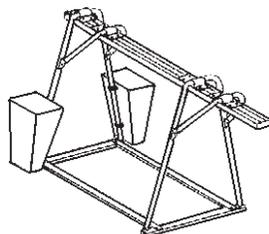

Fig.3
6. Introduisez dans chaque conteneur 585 kg de lest pour un total de 1170 kg, pour un chevalet d'une portée maximale de 1000 kg, puis fermez les conteneurs avec un couvercle et verrouillez-les (cf. fig.3). Il est absolument interdit de remplir les conteneurs de lestage avec du liquide.